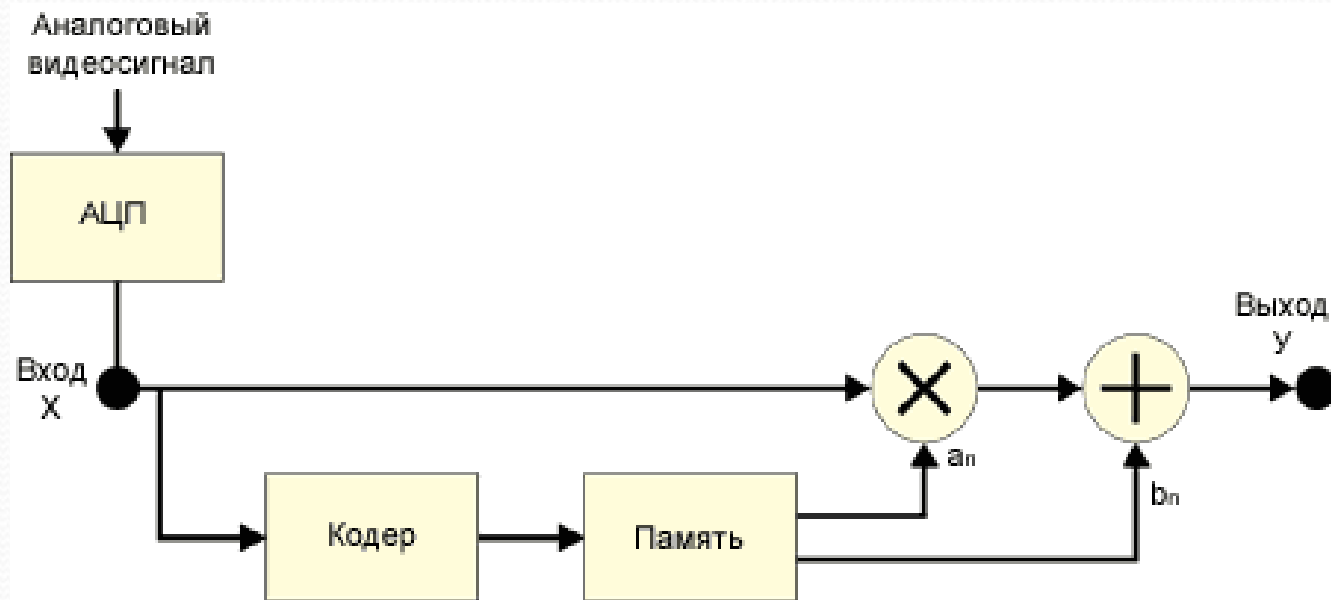

Рис. 11.
- Пропорционально увеличению коэффициента усиления расширяется и разрядная сетка цифрового процессора. Реализация заданной кривой осуществляется путем запоминания в устройстве памяти (RAM) необходимых коэффициентов a_n и b_n , а выходной сигнал Y вычисляется по формуле: $y = a_n x + b_n$. Реализация этого алгоритма представлена на рис. 11. Альтернативным методом формирования заданной выходной характеристики является табличный, когда в отдельных ячейках таблицы по адресам, определяемым входным сигналом X , хранятся выходные сигналы Y . Недостатком такого метода является большой объем памяти, обусловленный необходимостью плавной регулировки гамма-коэффициента.